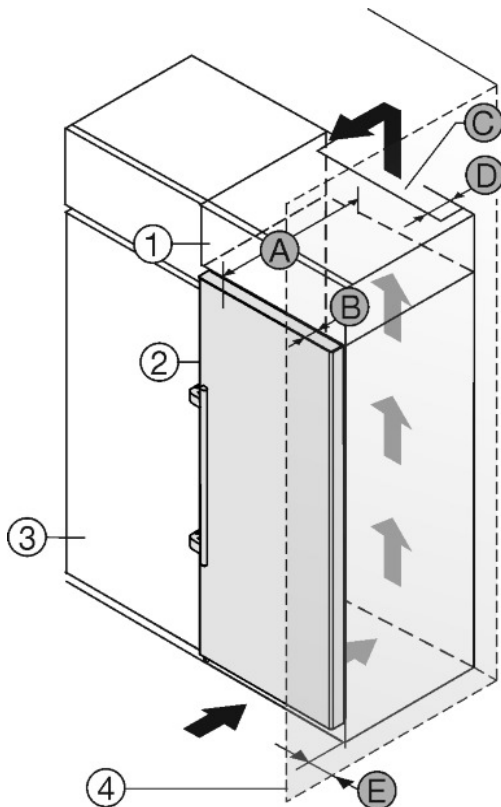

Fig. 22
L'appareil peut être réagencé avec des buffets de cuisine. Pour adapter l'appareil *Fig. 22 (2)* à la hauteur du coin cuisine, une rehausse *Fig. 22 (1)* peut être posée sur l'appareil.
L'appareil peut être installé directement à côté du buffet de cuisine *Fig. 22 (3)*. Pour pouvoir ouvrir complètement les portes, l'appareil doit déborder de la profondeur *Fig. 22 (B)* par rapport à la façade du buffet. L'appareil peut déborder encore plus en fonction de la profondeur des buffets et de l'utilisation de cales d'épaisseur.
- Une sortie d'air avec la profondeur *Fig. 22 (D)* doit être présente au dos de la rehausse sur toute sa largeur.
- La section de ventilation *Fig. 22 (C)* sous plafond doit être respectée.
Si l'appareil avec les charnières est installé près d'une paroi *Fig. 22 (4)*, la distance *Fig. 22 (E)* entre l'appareil et la paroi doit être respectée. Ceci correspond à la saillie de la poignée avec la porte ouverte.